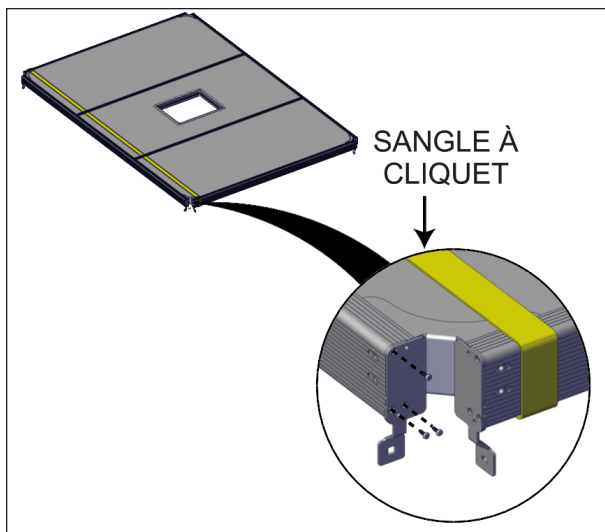

FIGURE 30: INSTALLATION DES SANGLES SUR LES PANNEAUX
11. Utiliser une sangle à cliquet de 15 m (50 pi), de chaque côté, pour serrer parfaitement les panneaux en place. Cette opération est nécessaire pour les prochaines étapes, voir Figure 30.